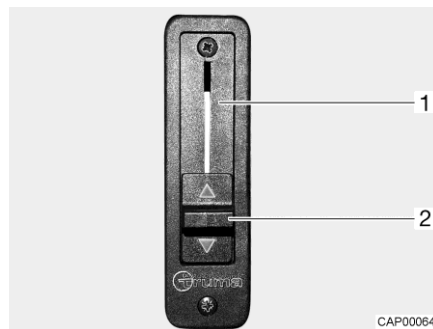

Fig. 39 Régulateur à coulisse pour blocage de phase
- Pousser à fond le régulateur à coulisse (Fig. 39,2) vers le haut. Le blocage de phase (Fig. 39,1) est ouvert. Le chauffage de l'espace habitable chauffe également le pare-brise.
- Pousser à fond le régulateur à coulisse (Fig. 39,2) vers le bas. Le blocage de phase est fermé. Le chauffage de l'espace habitable et celui du véhicule porteur sont séparés l'un de l'autre.